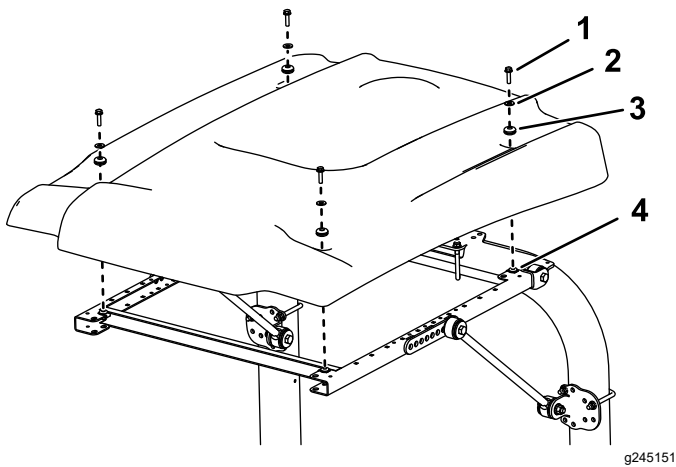

Figure 6
10. Lors de l'alignement des trous de fixation, positionnez le pare-soleil sur le cadre comme montré à la Figure 6.
- Fixez légèrement chaque coin du pare-soleil au cadre avec un boulon à embase (5/16" x 1 1/4"), une petite rondelle et une bague (Figure 6).